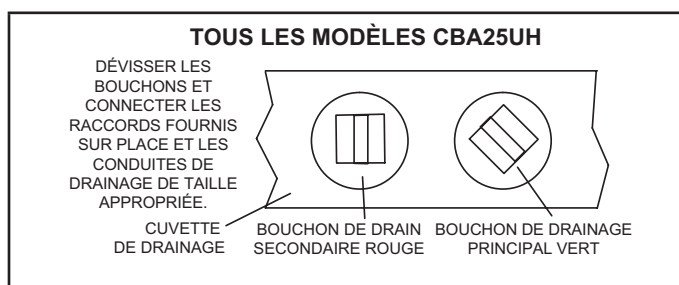

FIGURE 14. Connexions des conduites de drainage
- 3 - Placez l'appareil de manière à ce qu'il soit incliné vers l'extrémité du bac de drainage et de niveau de l'avant à l'arrière de l'appareil (reportez-vous à la figure 14).
Assurez-vous que l'unité est inclinée (comme dans la figure 14) de sorte que le bac de drainage se vide complètement sans que de l'eau reste dans le bac.